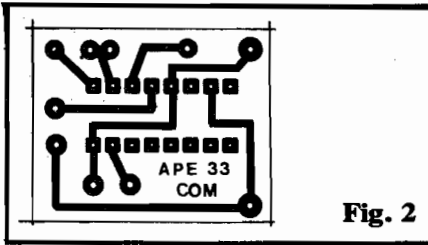

Fig. 2
- FIG. 2 - LAY OUT DO CIRCUITO IMPRESSO - Conforme já foi dito, menor impossível! A plaquinha, vista na figura em escala 1:1 (tamanho natural) foi condensada ao máximo, respeitando as habilidades e possibilidades do Hobbysta médio... Quem quiser, contudo, algo realmente "liliputiano", poderá re-projetar o lay out, eventualmente numa plaquinha dupla face, com o que as dimensões gerais poderão cair a cerca da metade das mostradas na figura! Essa possibilidade, contudo, fica por conta dos "relojoeiros" de plantão... Recomendamos (a novatos e veteranos) os eternos cuidados e atenções
- **FIG. 6 - ULTRA-MINIATURIZAÇÃO** - Sabemos que muitos de Vocês são "radicais juramentados"! Se projetamos algo **grande**, "querem maior" e se desenvolvemos algo **pequeno**, "querem minúsculo"... Tudo bem... Quem quiser "espremer" ao máximo a montagem (mesmo baseando-a na plaquinha com **lay out** igual ao da fig. 2, havendo ainda a possibilidade de "releiautar" para maiores "espremitamentos"...) poderá simplesmente alimentá-la com duas pilhinhas "botão" (1,35 a 1,55V cada), fazendo a conexão conforme mostra a figura (o lado "chato e liso" dessas pilhinhas corresponde ao terminal **positivo**, sempre...). Como "prender" e conetar as pilhinhas, é um problema para ser resolvido pela habilidade e